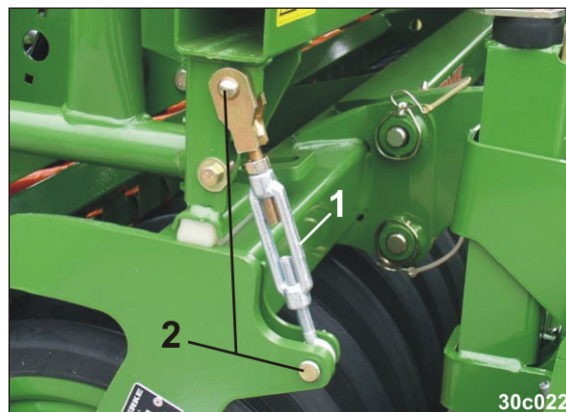

Рис. 111
7. Закрепите насадную сеялку 2 стяжными замками (Рис. 111/1) на катке.
8. Зафиксируйте каждый палец (Рис. 111/2) шплинтом.